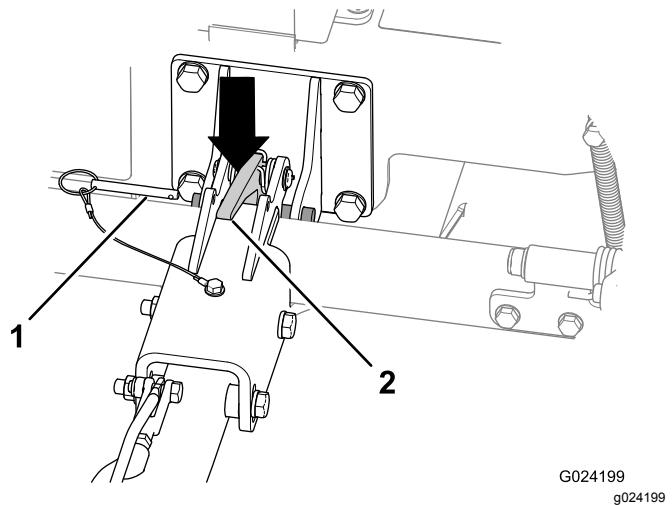

Figure 28
- A. Retirez la goupille de verrouillage (Figure 28).